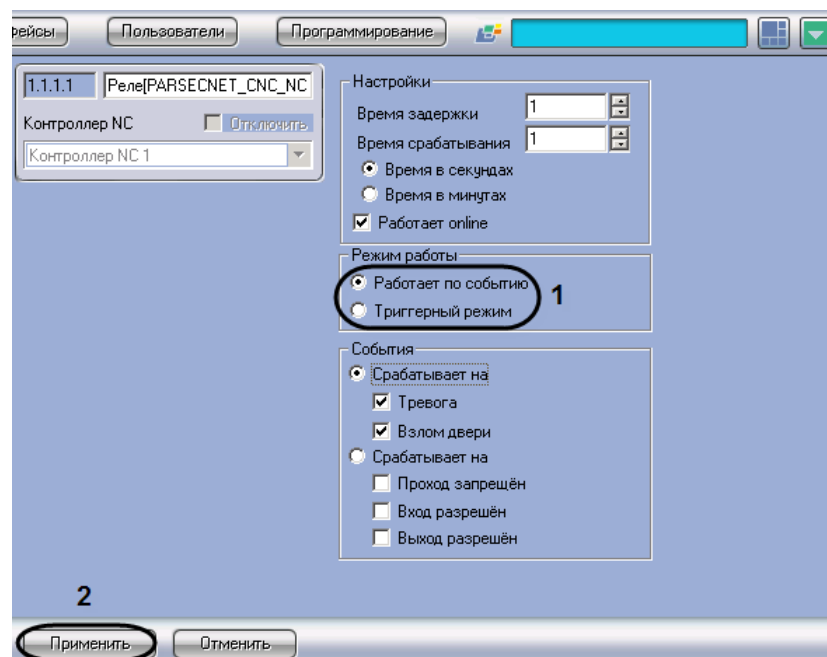

Рис. 3.4—17 Выбор режима работы дополнительного реле
1. Перейти на панель настроек объекта **Реле** (Рис. 3.4—17), соответствующего требуемому реле.
2. Установить переключатель в группе **Режим работы** (см. Рис. 3.4—17, **1**) в положение, соответствующее требуемому режиму работы дополнительного реле: